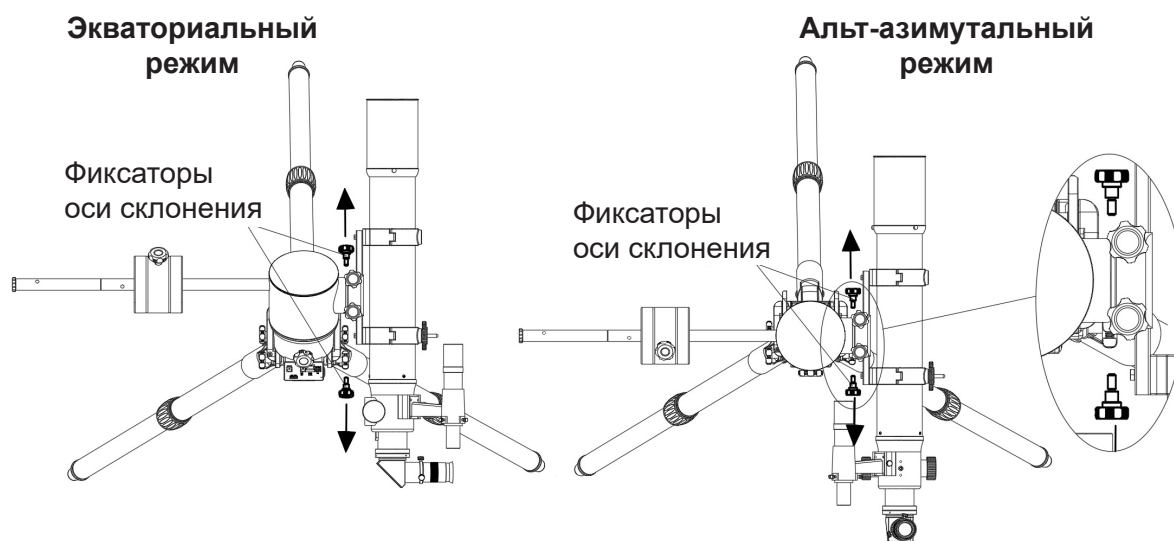

Рис. 11
- Удерживая телескоп левой рукой, снимите два фиксатора оси склонения (рис. 11).